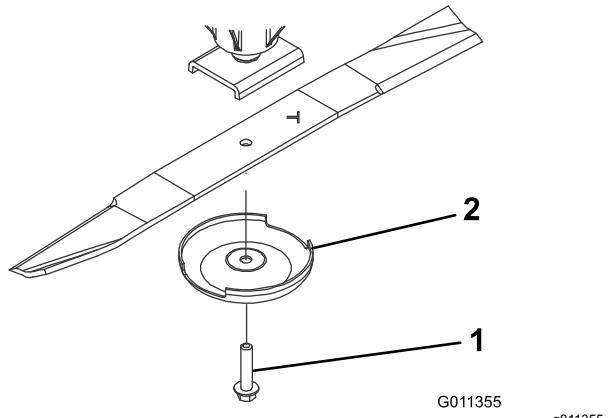

Figure 76
3. Enlevez le boulon, la coupelle de protection et la lame de l'axe de pivot (Figure 76).